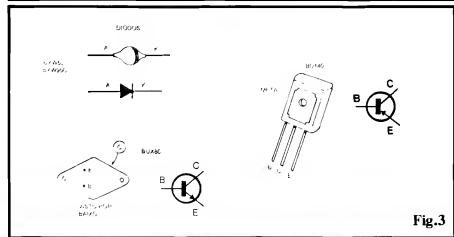

Fig.3
**FIG. 3 - OS PRINCIPAIS COMPONENTES...** - Alguns dos principais componentes do circuito são vistos na figura, em aparência, pinagens e símbolos esquemáticos. O transistor BD140 não é assim tão "desconhecido" da Turma... Já o BUX80 é "novidade", em A.P.E... Sua "embalagem", contudo, é de um padrão conhecido, invólucro T03, metálico, com a identi-